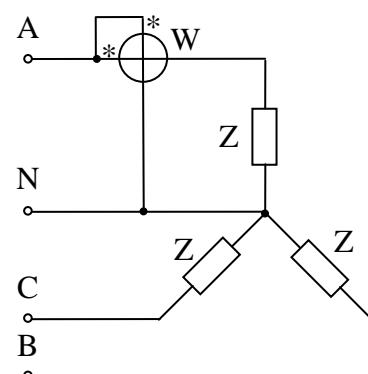

Рис. 4.
- Фазные токи и напряжения в четырехпроводной трехфазной цепи (рис. 4) с симметричной активной нагрузкой равны 5 А и 220 В. Определить показание ваттметра и активную мощность потребителя.